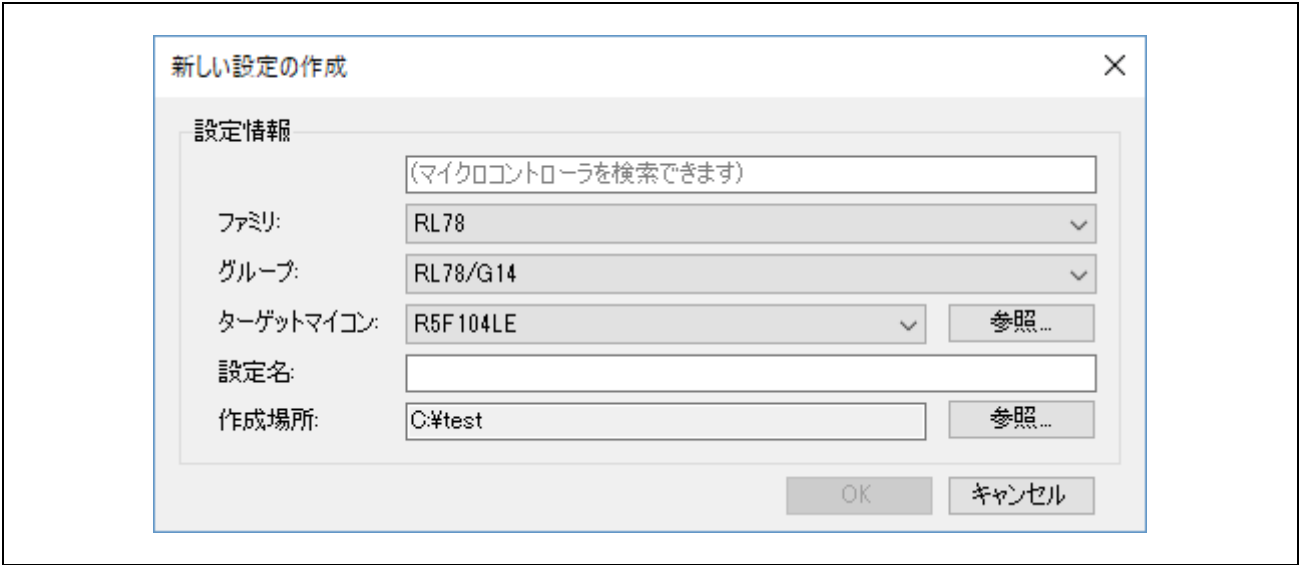

図 4.29 新しい設定の作成ダイアログボックス
2. 新規に設定ファイルを作成します。ファミリ、グループ、ターゲットデバイス、設定情報を 図 4.29 のように設定し、OK ボタンを押します。